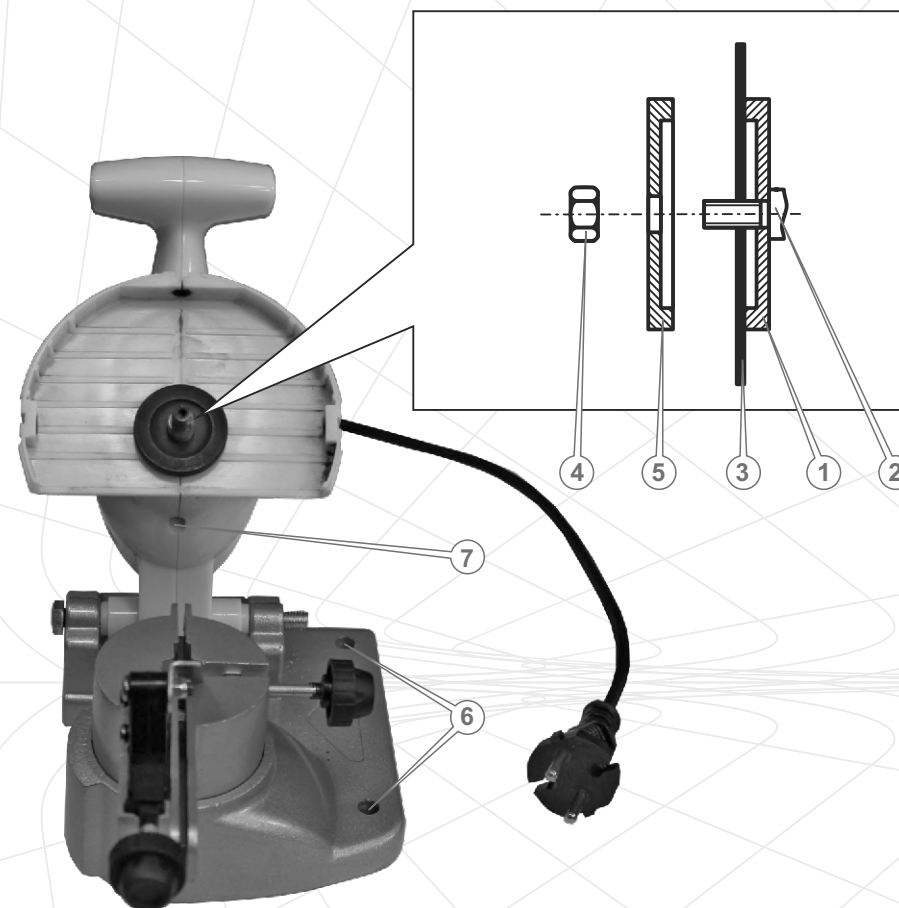

Рисунок 3
Установите изделие на жесткую ровную горизонтальную поверхность рабочего стола (верстака) таким образом, чтобы проем для цепи (17) (см. рис. 1) полностью выступал за пределы рабочего стола (верстака) и при этом было обеспечено максимальное удобство в работе. Надежно закрепите станину станка на рабочем столе (верстаке) болтами (в комплект поставки изделия не входят), используя монтажные отверстия (6) (см. рис. 3).
3. Наденьте на шпиндель (2) вала редуктора шайбу (1) (см. рис. 3).
4. Наденьте на шпиндель точильный диск (3) (см. рис. 3).
5. Наденьте на вал шайбу (5) (см. рис. 3).
6. Вставьте штифт (6) (см. рис. 2) в отверстие (7) (см. рис. 3) чтобы зафиксировать вал редуктора. Надежно удерживайте штифт одной рукой.
7. Закрепите точильный диск – надежно закрутите ключом прижимную гайку (4) (см. рис. 3) с размером «под ключ» $S = 13$ мм.